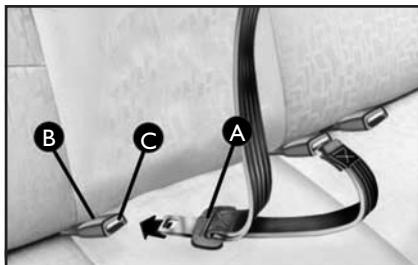

рис. 17
- вставьте пряжку **A** (рис. 17) в соответствующее гнездо **B** (рис. 17).
- нажмите кнопку **C** (рис. 17).